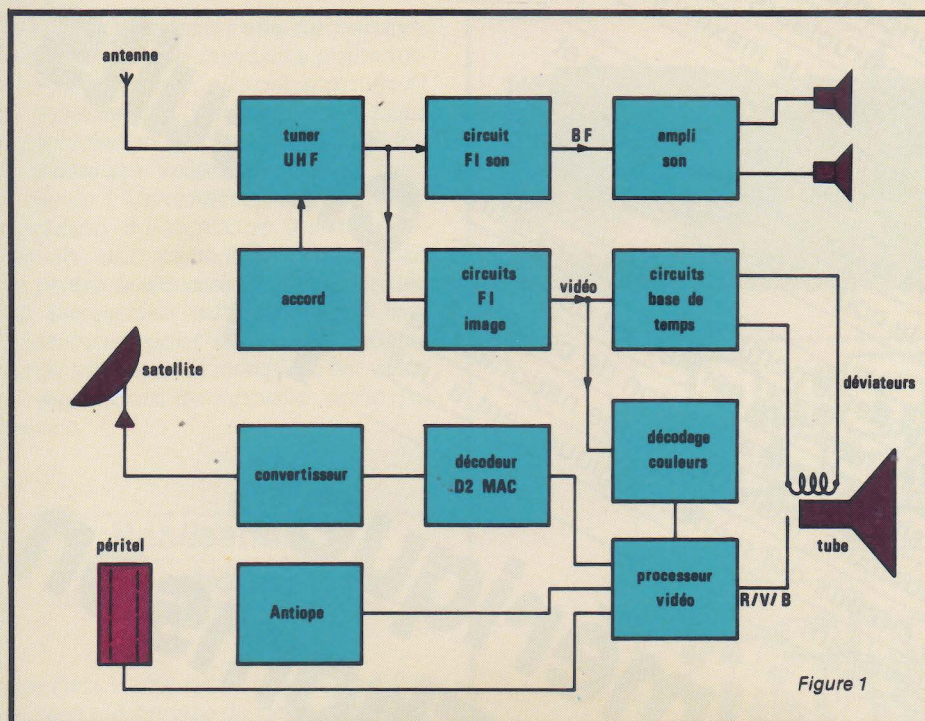

Figure 1
Tous les signaux nécessaires à la transmission d'images de télévision sont aujourd'hui analogiques et le principe du traitement dans un téléviseur couleur est donné figure 1. Les signaux, reçus par l'antenne à fréquence très élevée (UHF) sont convertis par le tuner en une fréquence plus basse puis traités dans deux circuits de fréquence intermédiaire (FI) son et image.